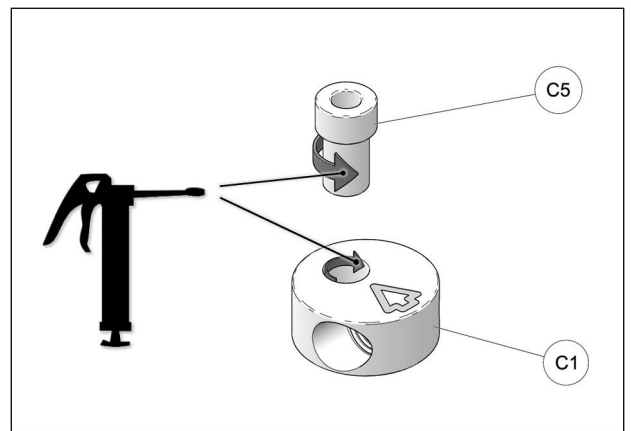

Fig. 28
17. À l'assemblage, les bagues espaceurs (C5) doivent être graissées. Appliquer une couche de graisse uniforme sur toute la circonférence de la bague espaceur et dans le logement du disque en aluminium (C1). Voir la Fig. 28